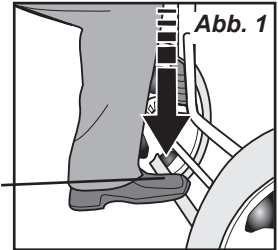
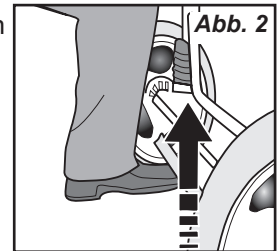

Abb. 1
Abb. 2
**1.** Legen Sie den Kinderwagen mit den Vorderrädern und Fußstützen nach unten auf den Boden (Abb. 1).
**3.** Machen Sie die Sicherheitsarretierung auf einer **Schnalle 1** Seite des Kinderwagens ausfindig (Abb. 1). Drücken Sie den Griff des Kinderwagens nach unten und öffnen Sie die Sicherheitsarretierung, indem Sie die Schnalle nach oben ziehen (1), sie dann drehen (2) und durch den "D" Ring (3) (Abb. 2 und 3) schieben.
2. Drücken Sie auf Rote Taste an der rechten Seite ① und dann beide Falten Verschluss-Freigabe schieben Knopf auf beiden nach oben in Richtung der Handgriffseiten Griff ② (Abb. 1) zu entriegeln.
3. Halten Sie die Falten Lock-up Mitteilungen, nach vorne schieben auf den Kinderwagen Griff zu falten ③ (Abb. 1).
4. Sichere Kinderwagen zusammengeklappt von Kinderwagen mit auf dem Boden mit Front Räder und vorne Fußstützen nach unten. Drücken Sie auf Kinderwagen Griff und Schieben Sie die Plastikschlaufe auf der Faltenhalteriemem durch die "D" Ring ① und drehen Sicherung an Ort und Stelle ② (Abb. 2).
2. Schnallen Sie das Kind mit dem Sitzgurt an, indem Sie den Schrittgurt zwischen den Beinen des Kindes positionieren und die Schulter- und Hüftgurte über Schultern und Taille legen. Lassen Sie die Zungen der Schnallen in die Schrittgurtschnalle einrasten (Abb. 1).
3. Stellen Sie jeden Gurt richtig ein, indem Sie am freien Ende des Gurtbandes ziehen und die Plastikschnalle entlang des Gurtes bewegen (Abb. 2).
1. Entfernen Sie den Schultergurt auf der Rückseite des Sitzes von der Rückenlehne, richten Sie das obere Ende der Gurtverankerung auf den Schultergurt aus und drücken Sie die Gurtverankerung und den Schultergurt durch den Schlitz in der Rückenlehne (Abb. 1).
2. Befestigen Sie den Schultergurt auf der Vorderseite des Sitzes wieder an der Rückenlehne, führen Sie die Schultergurtverankerung zum Schultergurt, drücken Sie die Gurtverankerung durch den Schlitz in der Rückenlehne auf die gewünschte Höhe. Drehen Sie die Gurtverankerung so, dass sie flach auf der Rückseite des Sitzes liegt (Abb. 2). Wiederholen Sie dies beim gegenüberliegenden Schultergurt.
Schlitz in der Rückenlehne **Abb. 1**
1. So verlängern Sie den Schrittgurt: Schieben Sie die Plastikschnalle auf dem Schrittgurt nach oben (Abb. 2).
2. So verkürzen Sie den Schrittgurt: Schieben Sie die Plastikschnalle auf dem Schrittgurt nach unten (Abb. 2).
1. Ziehen Sie den Einstellhebel (Abb. 1) an der Rückenlehne nach oben.
### Schnallen an der Rückenlehne (Abb. 2)
1. Während Sie die Rückenlehne nach oben halten, entriegeln Sie beide Schnallen an der Rückenlehne (Abb. 2).
1. Drücken Sie die Rückenlehne nach oben und nach vorne in die aufrechte Position und schnallen Sie beide Schnallen an der Rückenlehne (Abb. 2) fest.
1. Heben Sie Fußstützen bis zu einer der beiden höheren Positionen hoch, führen Sie die Haltestange nach oben (4) und stellen Sie sie hinter die Haken der Haltestange unter den Fußstützen (Abb. 1).
2. Drücken Sie auf Stellbremse Verriegelungsstange auf die Hinterachsbaugruppe in Verriegelungsstellung (Fig. 1).
1. Stellen Sie die Fußzehen unter die Stange der Feststellbremse und heben Sie sie hoch bis sie sich in der Entriegelungsposition befindet (Abb. 2).
1. Drehen Sie Vorderradanordnung, bis es nach vorne gerichtet und Schwenkriegel ausgerichtet ist, mit Schwenkriegel Spur (Abb. 1).
2. Drücken Sie Schwenkperren über Schwenkriegel Spur bis sie einrastet ① (Abb. 1).
1. Drücken Sie schwenken sperren xxx, bis er frei von der Schwenkriegel Bahn (Abb. 2).
1. Nehmen Sie passive Schrittgurte von Arm Bar von Snaps auf Front unfastening passive Schrittgurte (Abb. 1).
2. Ziehen Arm Lenkerklemmung Verriegelungshebel heraus weg von Kinderwagen Armbar von zu entsperren Kinderwagenrahmen ① (Abb. 2).
3. Ziehen Sie am Arm Bar, um es zu entfernen Kinderwagenrahmen ② (Abb.2).
2. Mit Foundations® Logo auf Arm Bar mit Blick auf nach oben schieben Arm Bar Clamp zwischen Stoff Armlehne Abdeckung und Vorderbein . Gleitarm Bar Clamp-Verriegelungshebel an der vorderen Beinrohre oberhalb der beiden Arm Bar Stopps sowohl Seiten des Kinderwagens (Fig. 1).
3. Sperren Arm Bar an Kinderwagenrahmen von Arm Bar ziehen Clamp-Verriegelungshebel um der Rückseite des vorderen Beinrohres ①, ziehen zur Vorderseite des Kinderwagen und drücken Sie dann in auf Verriegelungshebel ②(Abb. 2).
1. Ziehen Sie die Hauptstange des Verdecks nach vorne (1) (Abb. 1).
2. Ziehen Sie den vorderen Abschnitt des Verdecks nach vorne (1) (Abb. 1).
1. Ziehen Sie den vorderen Abschnitt des Verdecks zurück über die Oberseite des Verdecks (1) (Abb. 2).